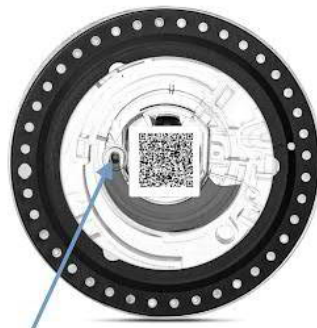

рис. 4-1-2
2. Объем пробы не должен быть слишком большим или слишком маленьким, и должен быть близок к прямой линии, обозначенной треугольником на роторе реагента, но не превышать её, как показано на рис. 4-1-2. Слишком малый объем пробы может повлиять на результаты анализа, а слишком большой — привести к переполнению камеры для проб. Рекомендуемый диапазон — 90–120 мкл.